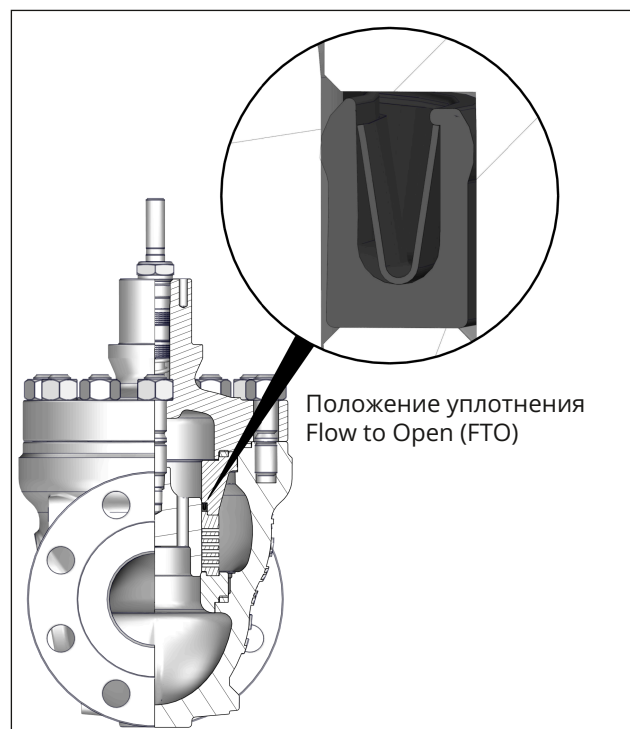

Рис. 35: Положение уплотнения (45) на седле при направлении потока FTO (Flow to Open)
3. Установите новое спиральное уплотнительное кольцо (127) в зону мостика седла в корпусе (1).
4. Установите седло (4) на спиральное уплотнительное кольцо (127) в корпусе (1).
5. Вставьте клетку (424) в корпус (1) и расположите ее на седле (4). При этом выровняйте клетку (424) в корпусе клапана таким образом, чтобы самое большое отверстие было обращено к выходу клапана.
6. Вставьте поршень (5) со штоком поршня (36) вертикально через клетку (424) в корпус клапана (1) и расположите его на седле (4).
7. Установите новую прокладку (45) на цилиндр (463). Убедитесь в правильной установке уплотнения, см. Рис. 35.
8. Установите цилиндр (463) с уплотнением (45) на клетку (424) через шток поршня (36).
9. Установите новое спиральное уплотнительное кольцо (126) на цилиндр (463).
10. Поместите новое спиральное уплотнительное кольцо (17) в корпус (1).